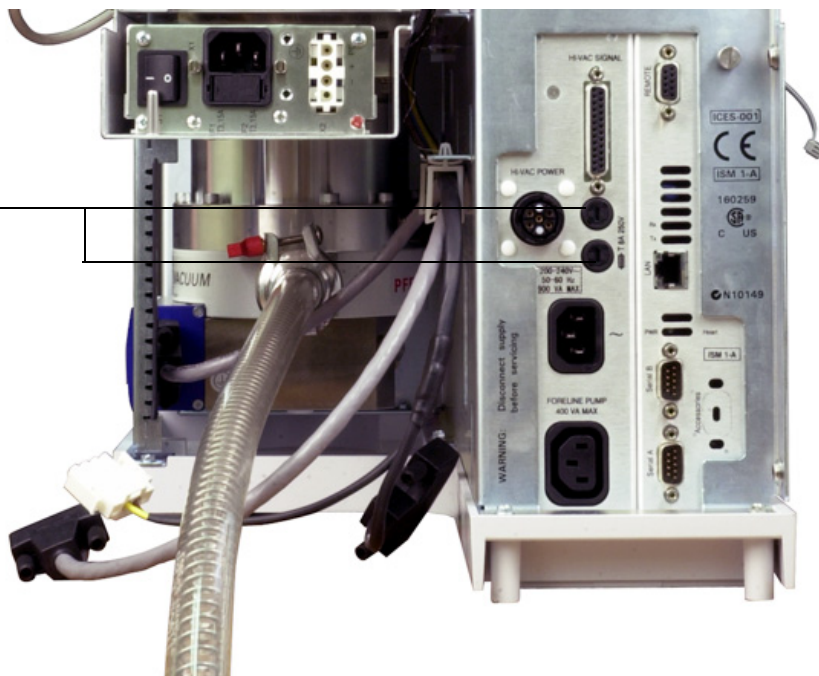

Figure 24 Fusibles primaires
- 2 Tournez l'un des disjoncteurs (Figure 24 on page 141) dans le sens antihoraire jusqu'à ce qu'il déclenche. Les disjoncteurs fonctionnent avec des ressorts.